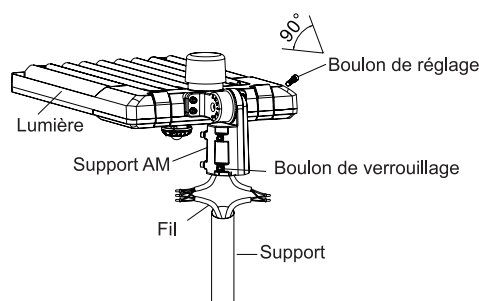

Figure 9
Étape 1 : Desserrer les quatre boulons sur le support AM, connecter correctement les fils et les tirer dans les poteaux. (Fig. 9)
Avis : L'angle réglable est de 0 à 90° (Fig. 9)